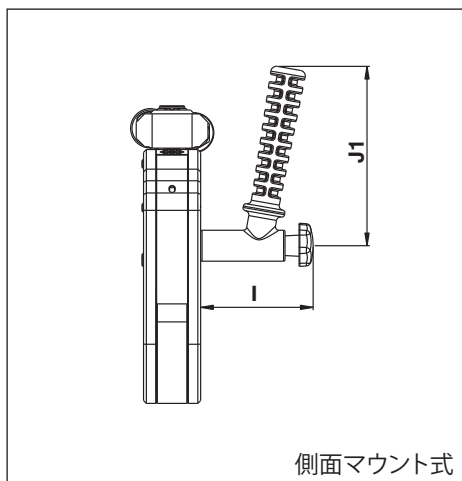

図25
6.1.3 寸法、SWHシリーズアングル付き位置決めハンドル (図25)